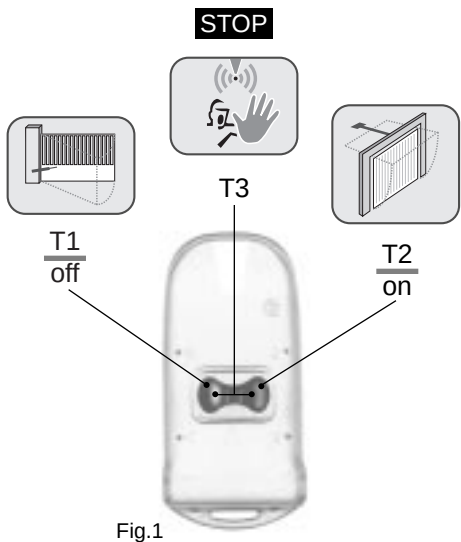

Fig.1
Premendo i tasti T1 - T2 -T3 (Fig. 1) si
1. Premere contemporaneamente i tasti T1 e T2 del telecomando (vedi Fig. 1) per circa 10 secondi fino a quando il Led si accende di luce fissa. Da questo momento il telecomando è nella funzione programmazione; rilasciati i tasti il Led si spegne.
3. Premere in successione i tasti T1 (OFF) e T2 (ON) componendo la vostra stringa di codifica personale che avrete precedentemente deciso e trascritto. Ad ogni impulso attendere che il led si spenga. Es. premendo T1-T2-T1-T2- avrete programmato: OFF-ON-OFF-ON etc. fino a 12. Avete 30 sec. per effettuare la programmazione, trascorsi i quali se non
Appuyant sur les touches T1-T2-T3 (Fig.1) on
1. Appuyer au même temps les touches T1 et T2 de la télécommande (voir Fig.1) pour environ 10 secondes jusqu'à ce que le Led s'allume avec lumière fixe. De ce moment la télécommande est dans la fonction programmation; si l'on relâche les touches le Led s'éteint.
3. Appuer en succession les touches T1 (OFF) et T2 (ON) composant votre codification personnelle que vous aurez précédemment décidée et marquée. À chaque impulsion attendre que le led s'éteint. Ex. Appuyant sur T1-T2-T1-T2- vous aurez programmé: OFF-ON-OFF-ON etc. jusqu'à 12. Vous avez 30 secondes pour effectuer la programmation, après lesquels si on n'aura